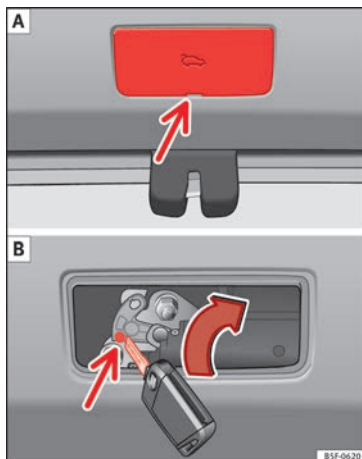

Fig. 7 Coffre à bagages, côté droit : accès au déverrouillage d'urgence.
- Retirez le volet en insérant un tournevis dans la rainure » » **fig. 7 A.**
- Introduisez la clé dans l'orifice prévu à cet effet et tournez-la dans le sens de la flèche jusqu'à libérer le loquet » » **fig. 7 B.**